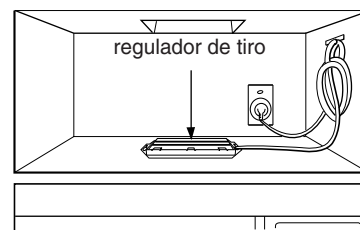

Figura 33
5. Instalación para ventilación por el techo: Instale los ductos a través de la abertura de ventilación en el gabinete superior. Termine el sistema de ventilación a través del techo de acuerdo con el método que se necesita. Vea la Figura 33. Vea PREPARACIÓN DEL SISTEMA DE VENTILACIÓN, PASO 2. Use una pistola de calafateo para sellar la abertura del techo de alrededor de la tapa del escape. Vea la Figura 6.